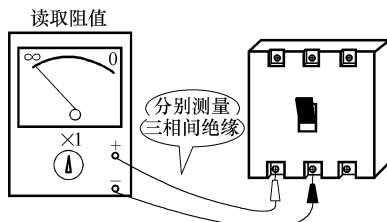

图 1-8 检测绝缘
(2) 检测绝缘 如图 1-8 所示，将断路器向上推，使断路器闭合，用万用表  $R \times 1k$  档分别测量断路器不同相间的阻值，正常时阻值应为无穷大。